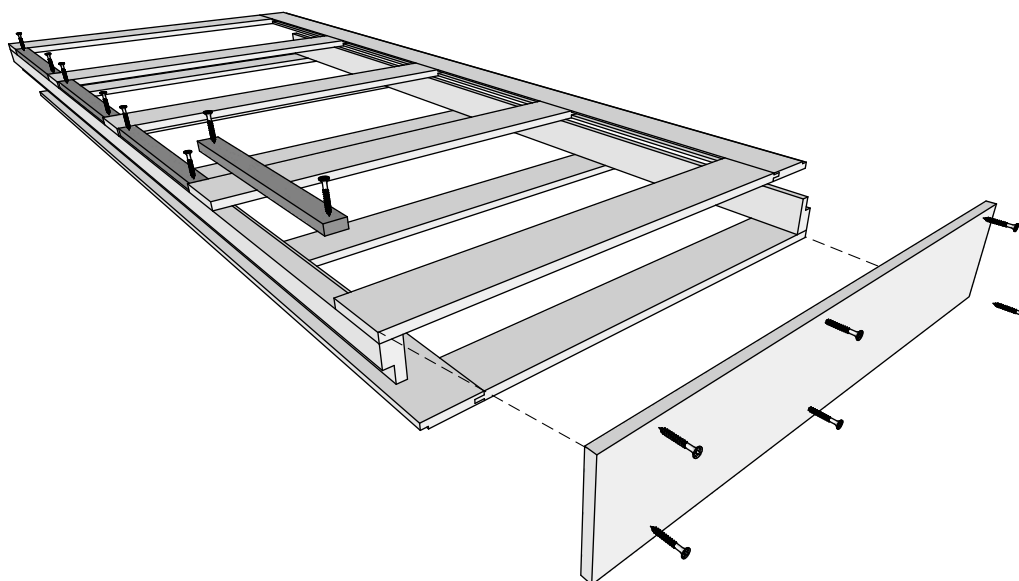

Рисунок 11
4.4 Установить выравнивающие элементы под гипсокартон (деталь G) и закрепить саморезам 3,5*32. Перевернуть пенал на другую сторону и повторить операцию . Закрепить верхний элемент (Рис. 11)